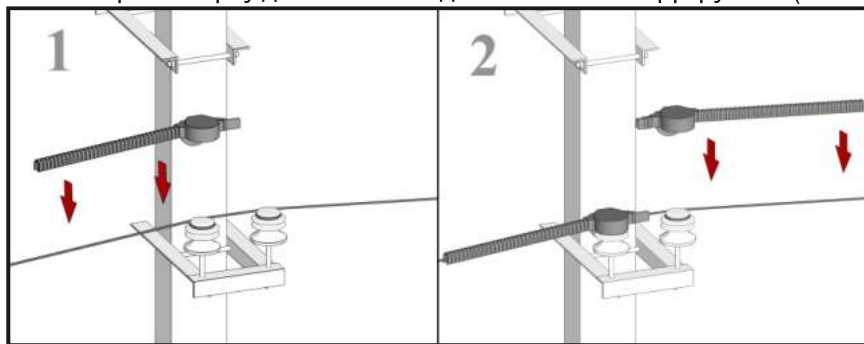

Рис. 27.
8.3.3. Установить устройство, надев сверху на изолятор поочередно сначала кожух с соединительным гофр-рукавом, затем установить вторую половину устройства (капот + гофр-рукав), так что бы свободный стыковочный паз капота накрыл сверху две волны соединительного гофр-рукава. (Рис. 27).